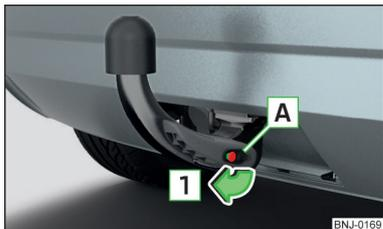

Fig. 158
- Retirar a tampa **A** do fecho no sentido da seta **1** » Fig. 158 .